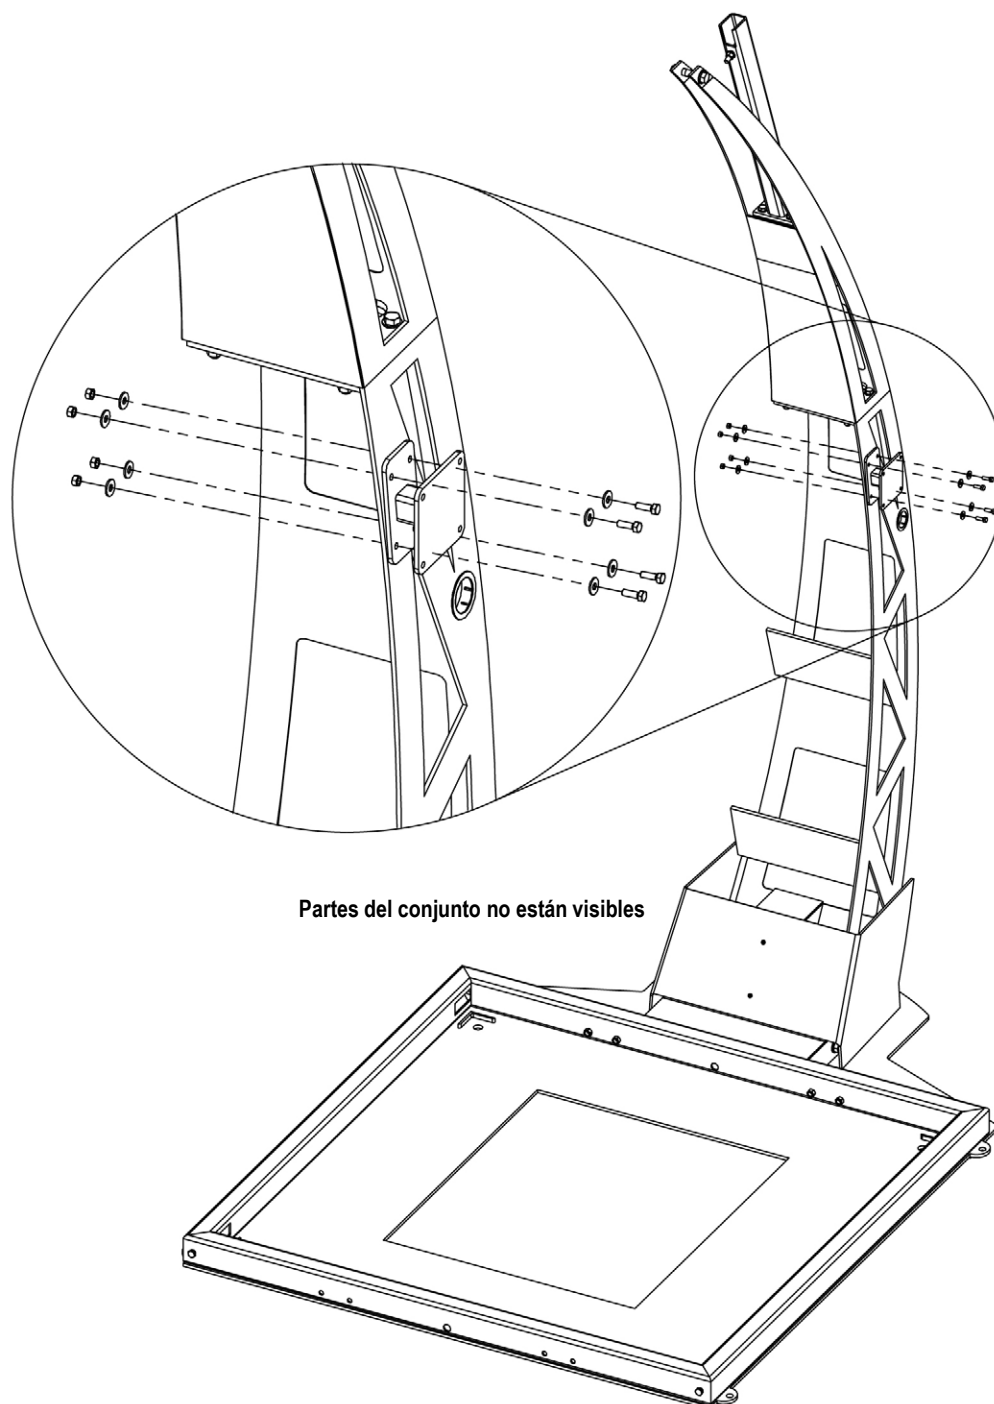

Figura 3-12. Abrazadera de soporte de quiosco
**NOTA:** El soporte del quiosco se puede instalar en cualquiera de los lados del conjunto de la torre inferior. Si el soporte del quiosco está instalado en el lado opuesto del conjunto mostrado en la Figura 3-12, el quiosco debe girarse 180°.